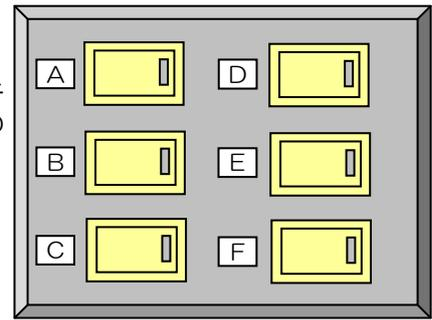

図2 スイッチの点灯範囲表示イメージ
- (3) 温暖化対策担当（者）はスイッチに名前（A～F）など印をつけましょう（図2）